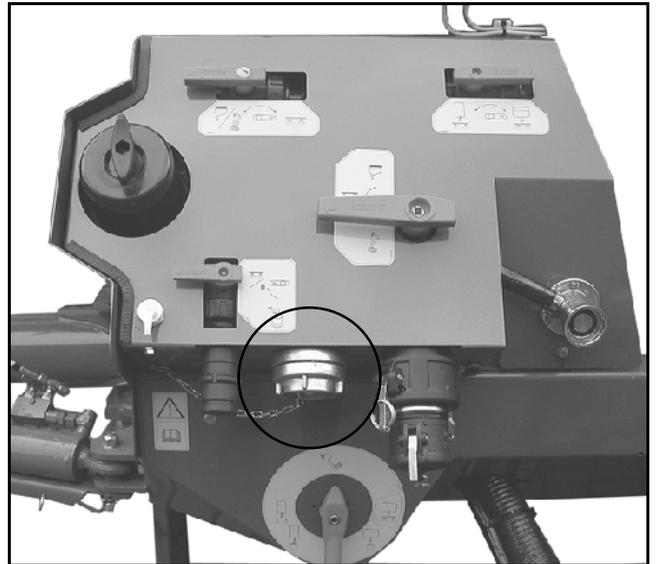

Fig. 10.8
Con la conexión de carga (Fig. 10.8) puede cargarse el recipiente de caldo de rociado o el recipiente de agua de lavado con agua de la red pública.
- Establecer la conexión con la red de agua mediante el acoplamiento C (Fig. 10.8).